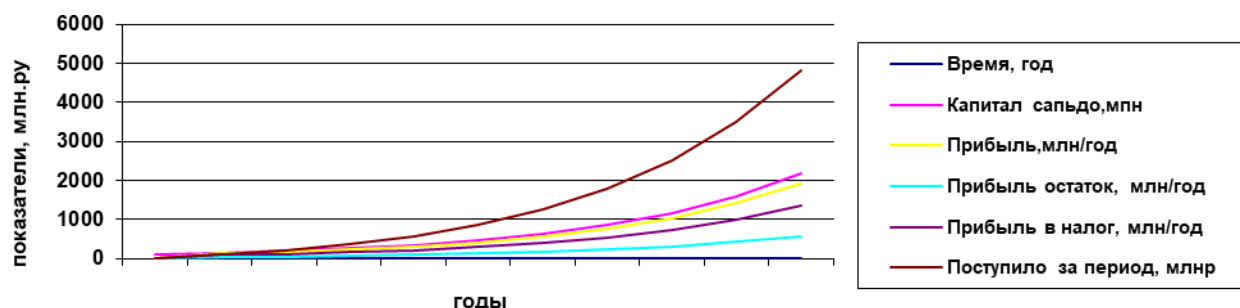

Рисунок 13.1. Поступление средств в бюджет при разных налоговых ставках
1. Запускает модель. Программа выводит таблицу (таблица 13.1) изменения показателей во времени и строит один из графиков (рисунок 13.1). Меняет ставку налога.